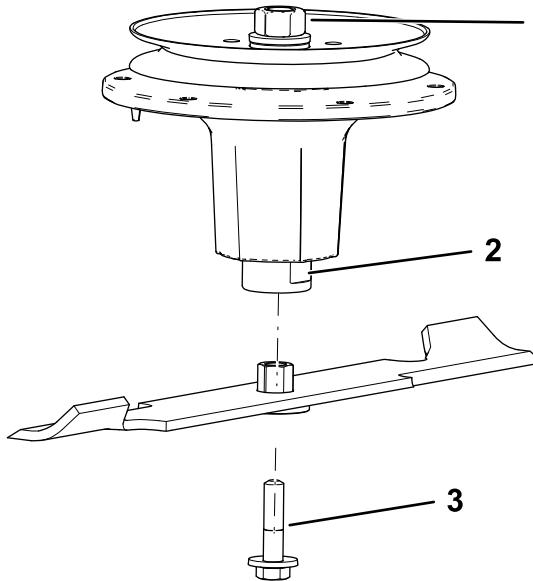

Figure 99
- 2. Installez l'ensemble douille et lame sur l'axe de pivot (Figure 99).